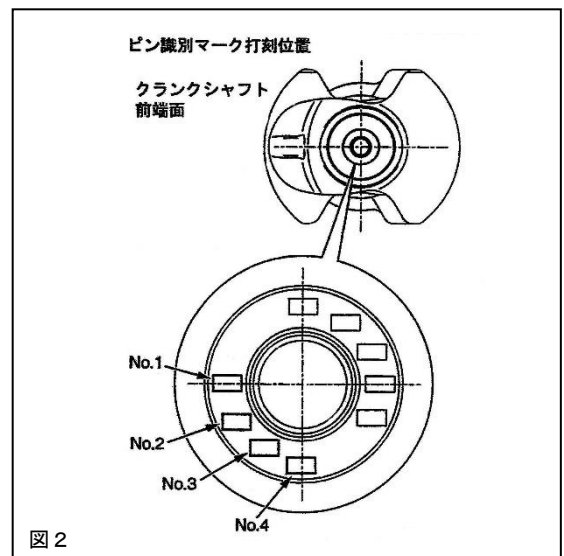

図 2
2. 3 クランクシャフトのフロントウエイト側面に刻印されているピン外径分類番号（上段）を確認するか、クランクピンを測定してください。（図2）